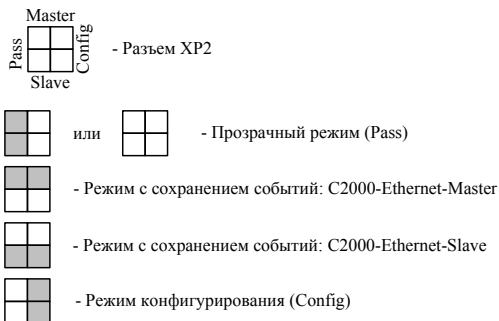

Рисунок 1 Соответствие положения джампера разъема ХР2 режиму работы «С2000-Ethernet»
Режим работы прибора «С2000-Ethernet» задается положением джампера на разъеме ХР2 (Рис. 1). Закрашенные квадраты соответствуют установленному состоянию джампера.
1.4.3.1 Перевести «C2000-Ethernet» в режим конфигурирования (положение джампера – «Config») (Рис. 1).